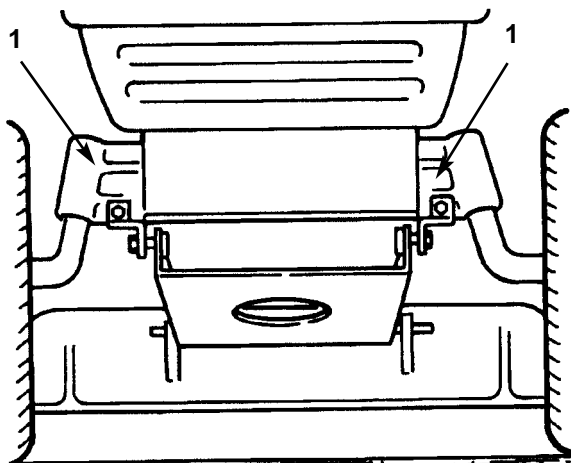

Fig. 40
7. Togliete i bulloni ed i dadi autobloccanti ed abbassate le due staffe imperniate del tosaerba dall'assale anteriore (Fig. 40).